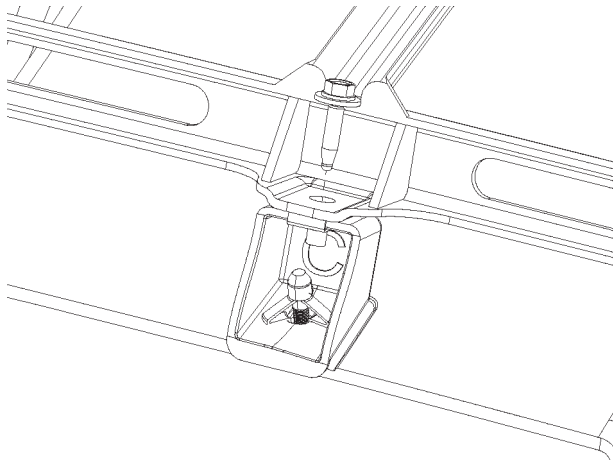

FIGURA 21
33. Acople sin apretar los 4 soportes centrales para al absorbedor de impacto con los tornillos (del paso 8). Consulte la figura 21.